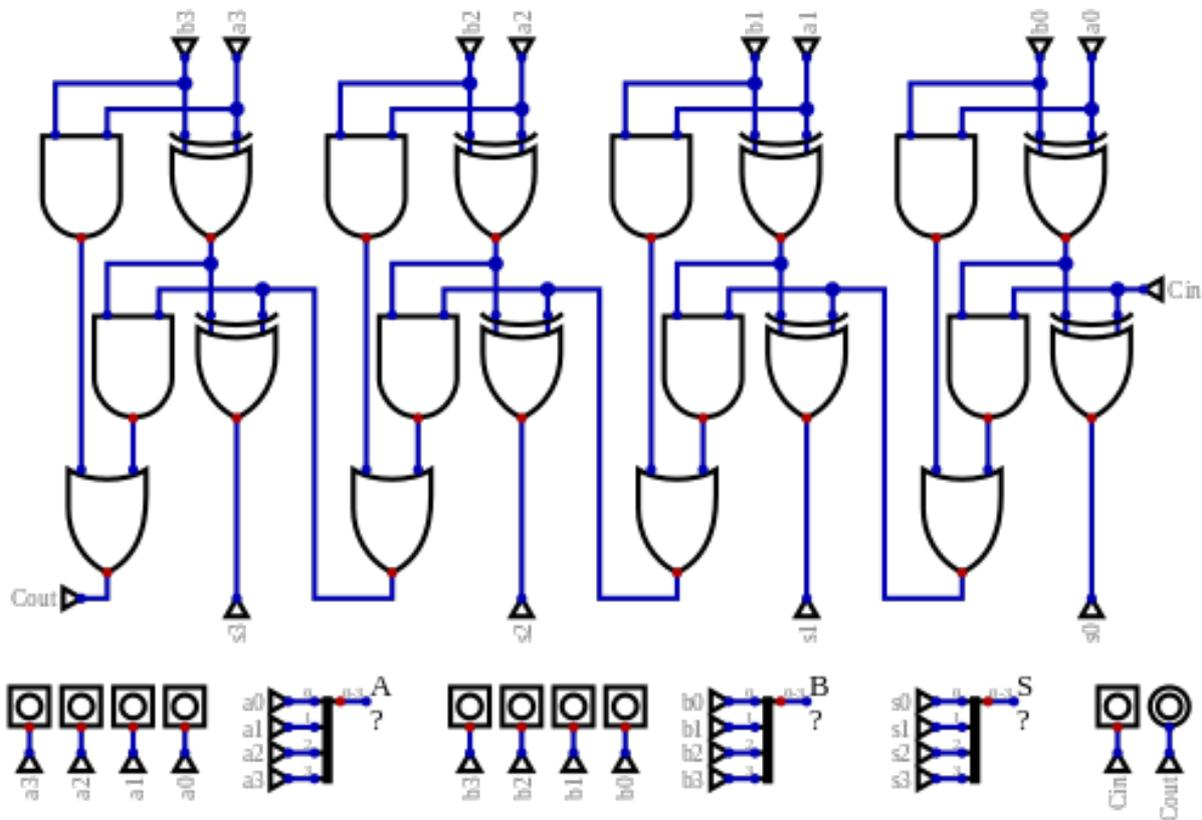

Figura 4.1: Circuito sobre el que visualizar los retardos de las puertas lógicas.
2. Dibuja un circuito sumador tal y como se muestra en la figura 4.1 y guárdalo como Retardos.dig. Como se puede observar, este circuito contiene las puertas de cuatro *full adders*.